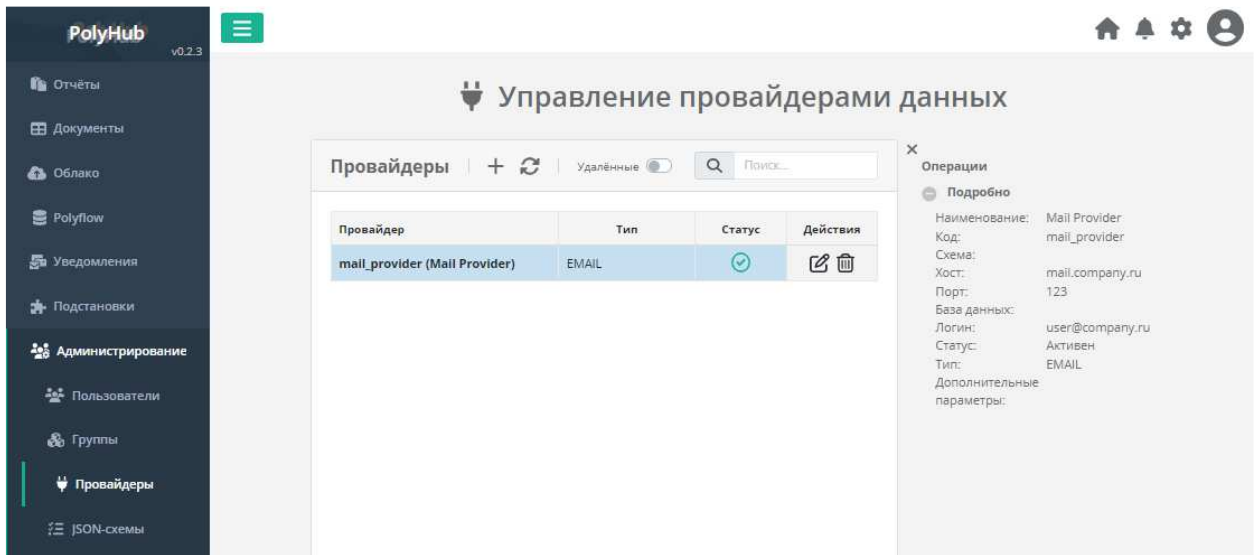

Рисунок 93. Добавленный провайдер в списке доступных провайдеров
3) Далее после нажатия кнопки «Создать» в списке появится созданный провайдер (Рисунок 93).